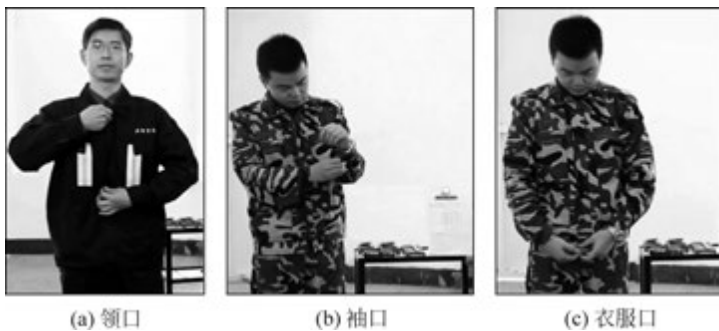

图 1.1 检查领口、袖口、衣服口
(1) 检查领口、袖口、衣服口是否扣紧,如图 1.1 所示。